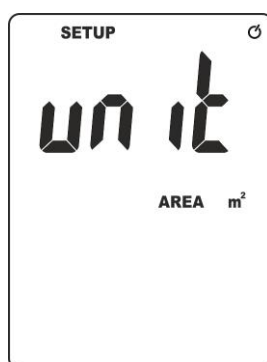

Fig. 3: Configuración unidad de medida área del conducto
2. Pulse de forma prolongada (>2s) la tecla **SET** para entrar en el modo configuración. La pantalla con la indicación de la unidad de medida del área del conducto habitualmente configurada se muestra en el visualizador (ver Fig. 3):